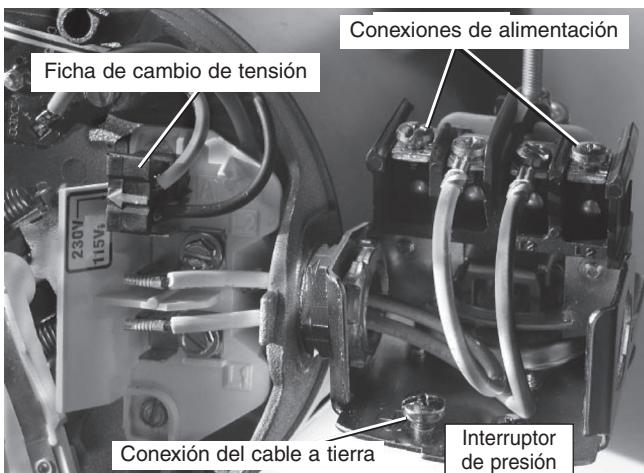

Figura 8:Tensión configurada para 230 voltios, tipo ficha.
4. Conecte los conductores de alimentación a los dos tornillos exteriores en el manóstato según se ilustra en el Figura 8.
5. Conecte el cable a tierra a una de las conexiones a tierra según se ilustra en la Figura 8.